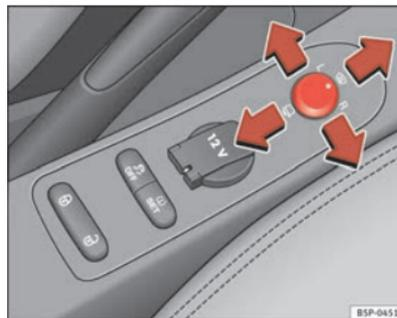

Fig. 91 Comando dos retrovisores exteriores
1. Rodar o botão giratório ⇒ fig. 91 para a posição **L** (espelho retrovisor esquerdo).
- Gire o comando para a frente, na posição central ⇒ página 139, fig. 91 , para que os retrovisores térmicos aqueçam e a função de vidro pára-brisas aquecível* na zona de repouso das escovas, fique activa. ⇒ página 135.
- Rodar o comando ⇒ página 139, fig. 91 até à posição  para rebater os retrovisores exteriores. Para evitar danos no veículo, deve recolher os retrovisores exteriores sempre que o veículo entre num túnel de lavagem automática.